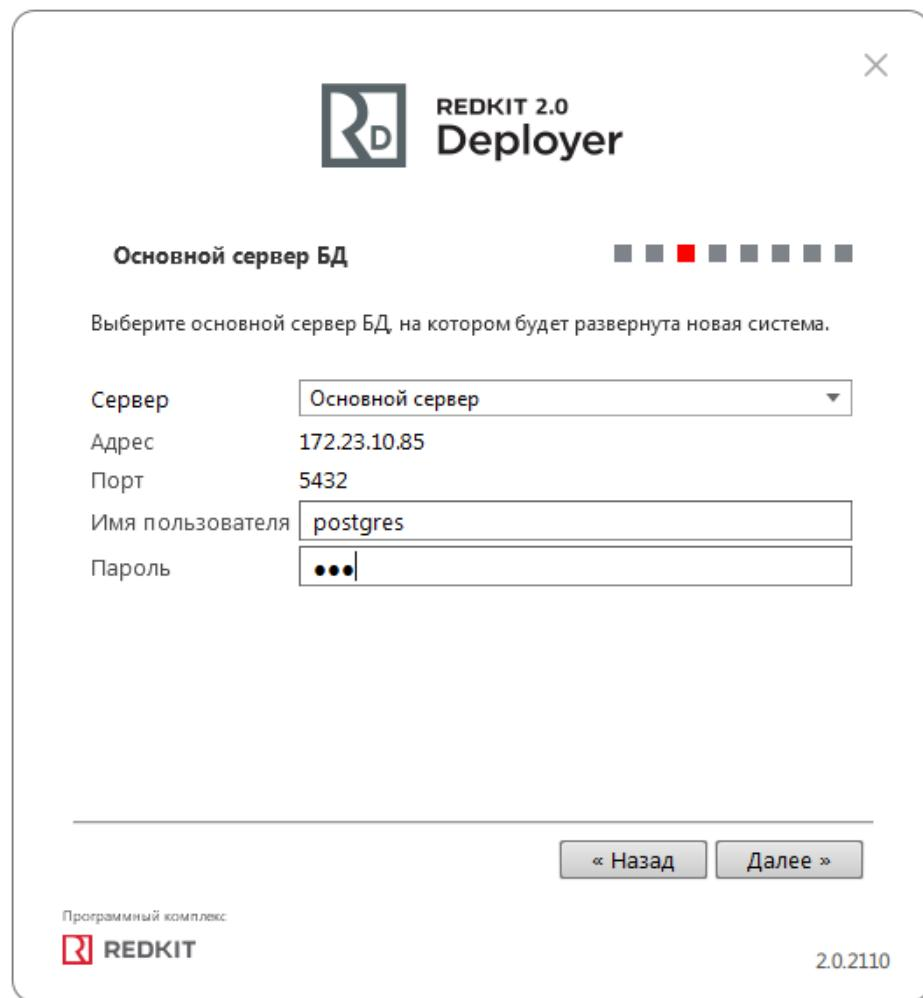

Рисунок 71 - Основной сервер БД
- Укажите параметры для подключения к основному серверу БД, используя имя пользователя и пароль из п.6 раздела "Установка СУБД Postgres". Нажмите "Далее" (Рисунок 71).